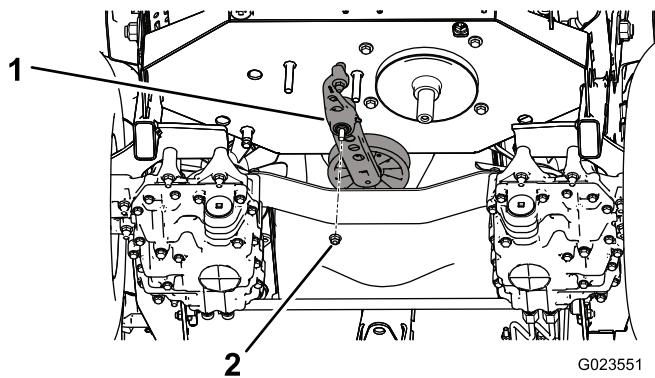

Figure 56
- Retirez l'écrou qui fixe l'ensemble tendeur au cadre (Figure 56).